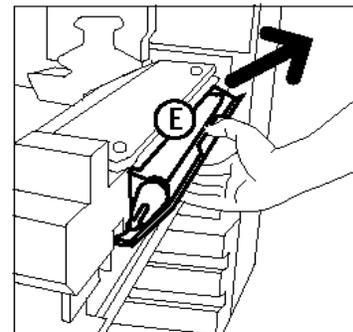

Abb. 45: Reinigungsfilz entfernen
- 5 Den Reinigungsfilz (E) vorsichtig herunterdrücken und nach rechts ziehen, um es abzunehmen (s. Abb. 45).